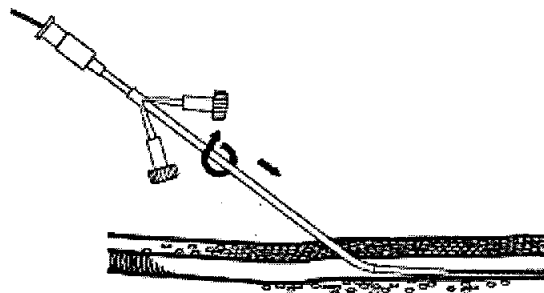

Fig. 1
11. Introduzca el conjunto de vaina y dilatador Peel-Away® sobre la guía, y hágalo avanzar al interior del vaso con un movimiento giratorio. (Fig. 1) **AVISO: Para evitar lesiones vasculares, la guía siempre debe ir por delante de la punta del conjunto de vaina y dilatador. La guía debe poder moverse libremente en el interior del conjunto de vaina y dilatador, y sobresalir por el extremo proximal.**